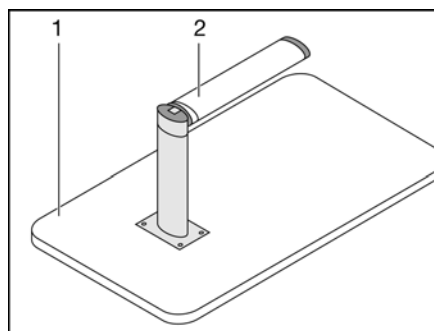

Bild 54 Sängbotten
- Lyft upp bordsskivan (Bild 54,1) ca 45° framtilt.
- Drag ned den nedre delen av det ledade stödbenet (Bild 54,2) och fäll ned det 90°.